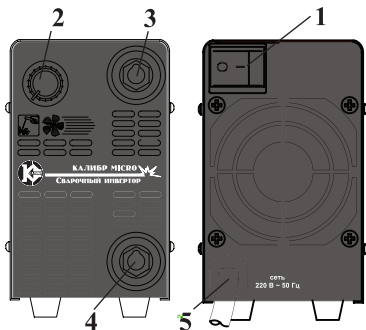

рис. 1
Общий вид инверторов схематично представлен на рис. 1:
6.4.1 Сварочный кабель с электрододержателем подключается к быстрозажимной клемме «плюс» 4 (рис. 1), за исключением случая использования кислотных электродов. В любом случае, сначала ознакомьтесь с инструкцией на упаковке электродов.
6.4.2 Кабель массы подключается к быстрозажимной клемме «минус» 3 (рис. 1) и подключается к рабочей поверхности, как можно ближе к месту сварки.
7.1 В большинстве случаев электрод подключается к быстрозажимной клемме «плюс» 4 (рис. 1), однако есть некоторые виды электродов, подключаемых к быстрозажимной клемме «минус» 3 (рис. 1), поэтому подключать сварочные кабели следует в соответствии с полярностью аппарата «+» и «-» и типом электродов.
7.3 Ток сварки регулируется с помощью ручки 2 (рис. 1).